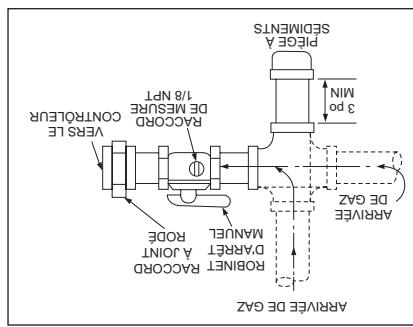

Figure 15.1 - Installation recommandée : pêche à sediments
3. Installez un raccord union à joint rond avec un siège en liaison d'arret manuel distinct à l'appareil pour les arrêts manuels d'urgence avec le raccord des commandes, comportant un raccord 1/8 po NPT avec bouchon obturateur, pour pouvoir brancher un manomètre (figure 15.1).